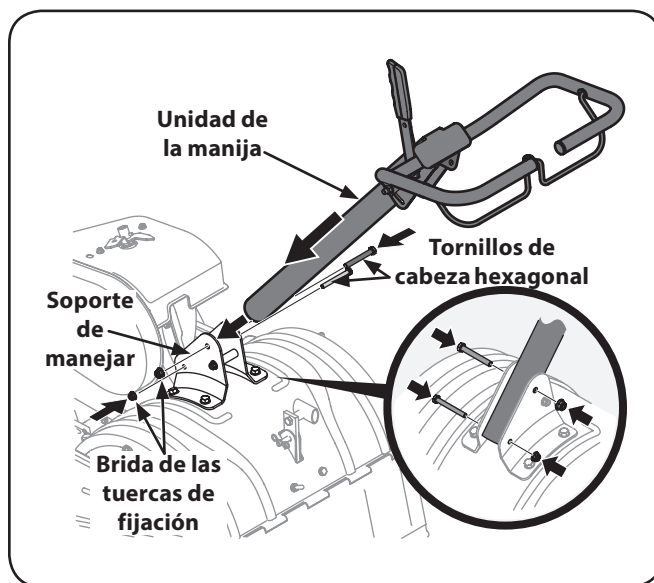

Figura 3-3
2. Posicione la unidad de la manija entre los soportes de montaje de la manija. Vea la Figura 3-3.